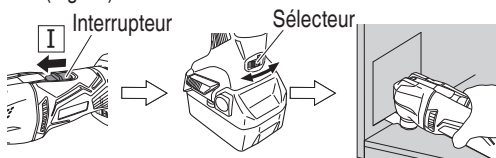

Fig. 12
1. Mettre l'outil sous tension et utiliser le sélecteur pour régler la vitesse de l'outil d'application. (Fig. 12)
2. Placer délicatement l'outil d'application sur le matériau et déplacer l'outil d'application vers l'avant à un rythme où le mouvement n'est pas ralenti. (Fig. 12)